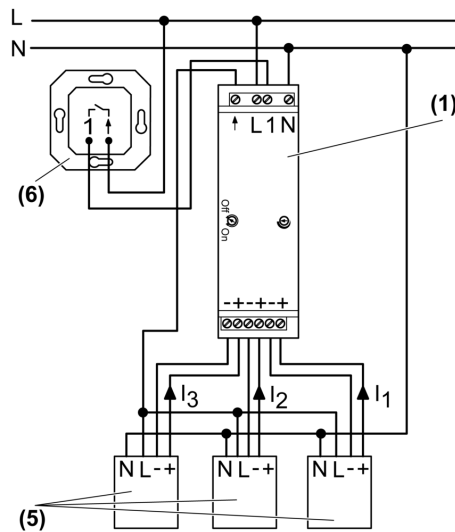
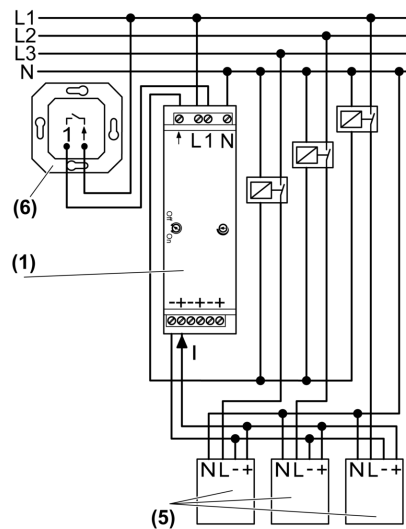

Figure 2: Schéma de raccordement monophasé
Figure 3: Schéma de raccordement triphasé
i Le nombre maximal de contrôleurs de lampes pouvant être commandés par l'appareil de commande se calcule à partir de la somme des courants de commande $I_1 + I_2 + I_3$ (figure 2) ou I (figure 3) (voir chapitre 6.1. Caractéristiques techniques). Pour le courant de commande des contrôleurs de lampe, se reporter aux données du fabricant.
- Raccorder l'appareil de commande conformément au schéma de raccordement monophasé (figure 2) ou au schéma de raccordement triphasé (figure 3).